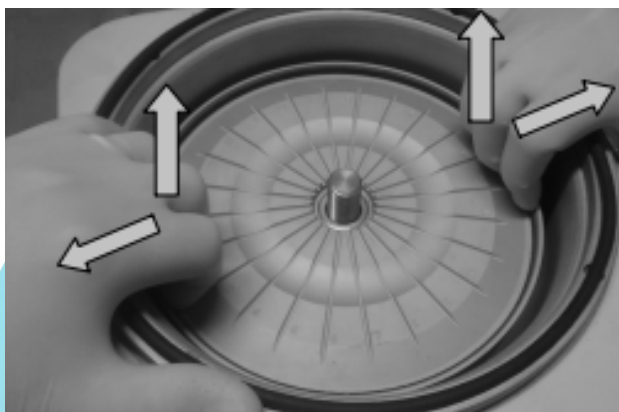

Figura 2 – Retirada do rotor.
(1) Após colocar os capilares na disposição correta no rotor, como mostra a Figura 2, rosquear a tampa do rotor para encaixe correto e abaixar a tampa para travar a centrifuga. Ligue o botão Liga/Desliga, a luz indicadora irá acender. (2) Gire o botão de ajuste de tempo (timer), para definir o tempo necessário, no intervalo de 0 a 30 minutos (se o tempo for ajustado em 0, a centrifuga irá funcionar em modo contínuo). (3) Gire o botão de ajuste de velocidade, até o ponto desejado, para início da centrifugação. Tenha certeza que o indicador de velocidade aponta para a posição zero no início da operação. (4) Quando o tempo selecionado esgotar, a centrífuga irá parar automaticamente (exceto se estiver operando em modo contínuo, quando deverá ser parada manualmente, girando, levemente, o botão de ajuste de tempo para esquerda). (5) Desligue o aparelho no botão Liga/Desliga e retire os capilares.
- A retirada do rotor deve ser feita com chave especial, encaixando-a na porca central que prende o rotor. Segure firmemente o rotor e gire a chave no sentido horário até soltar completamente a porca. Em seguida, segure o rotor com a ponta dos dedos pela parte de dentro e force para fora e para cima, conforme Figura 2.